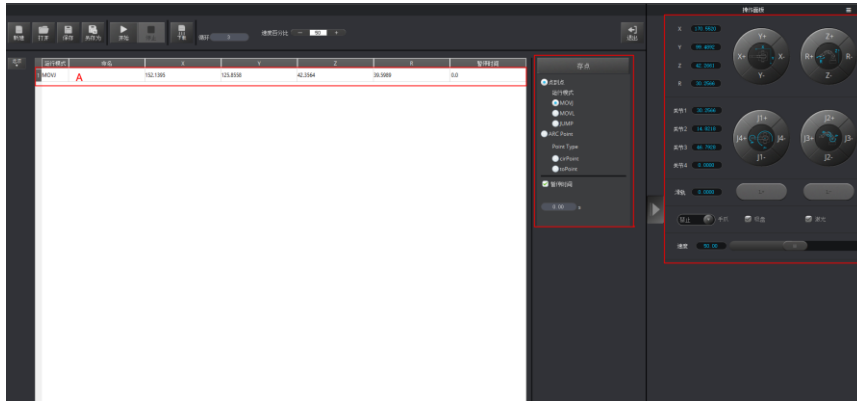

图 5.26 存起始点 A
8. 单击“存点”，保存A点对应的Magician Lite坐标信息。如图 5.26所示。